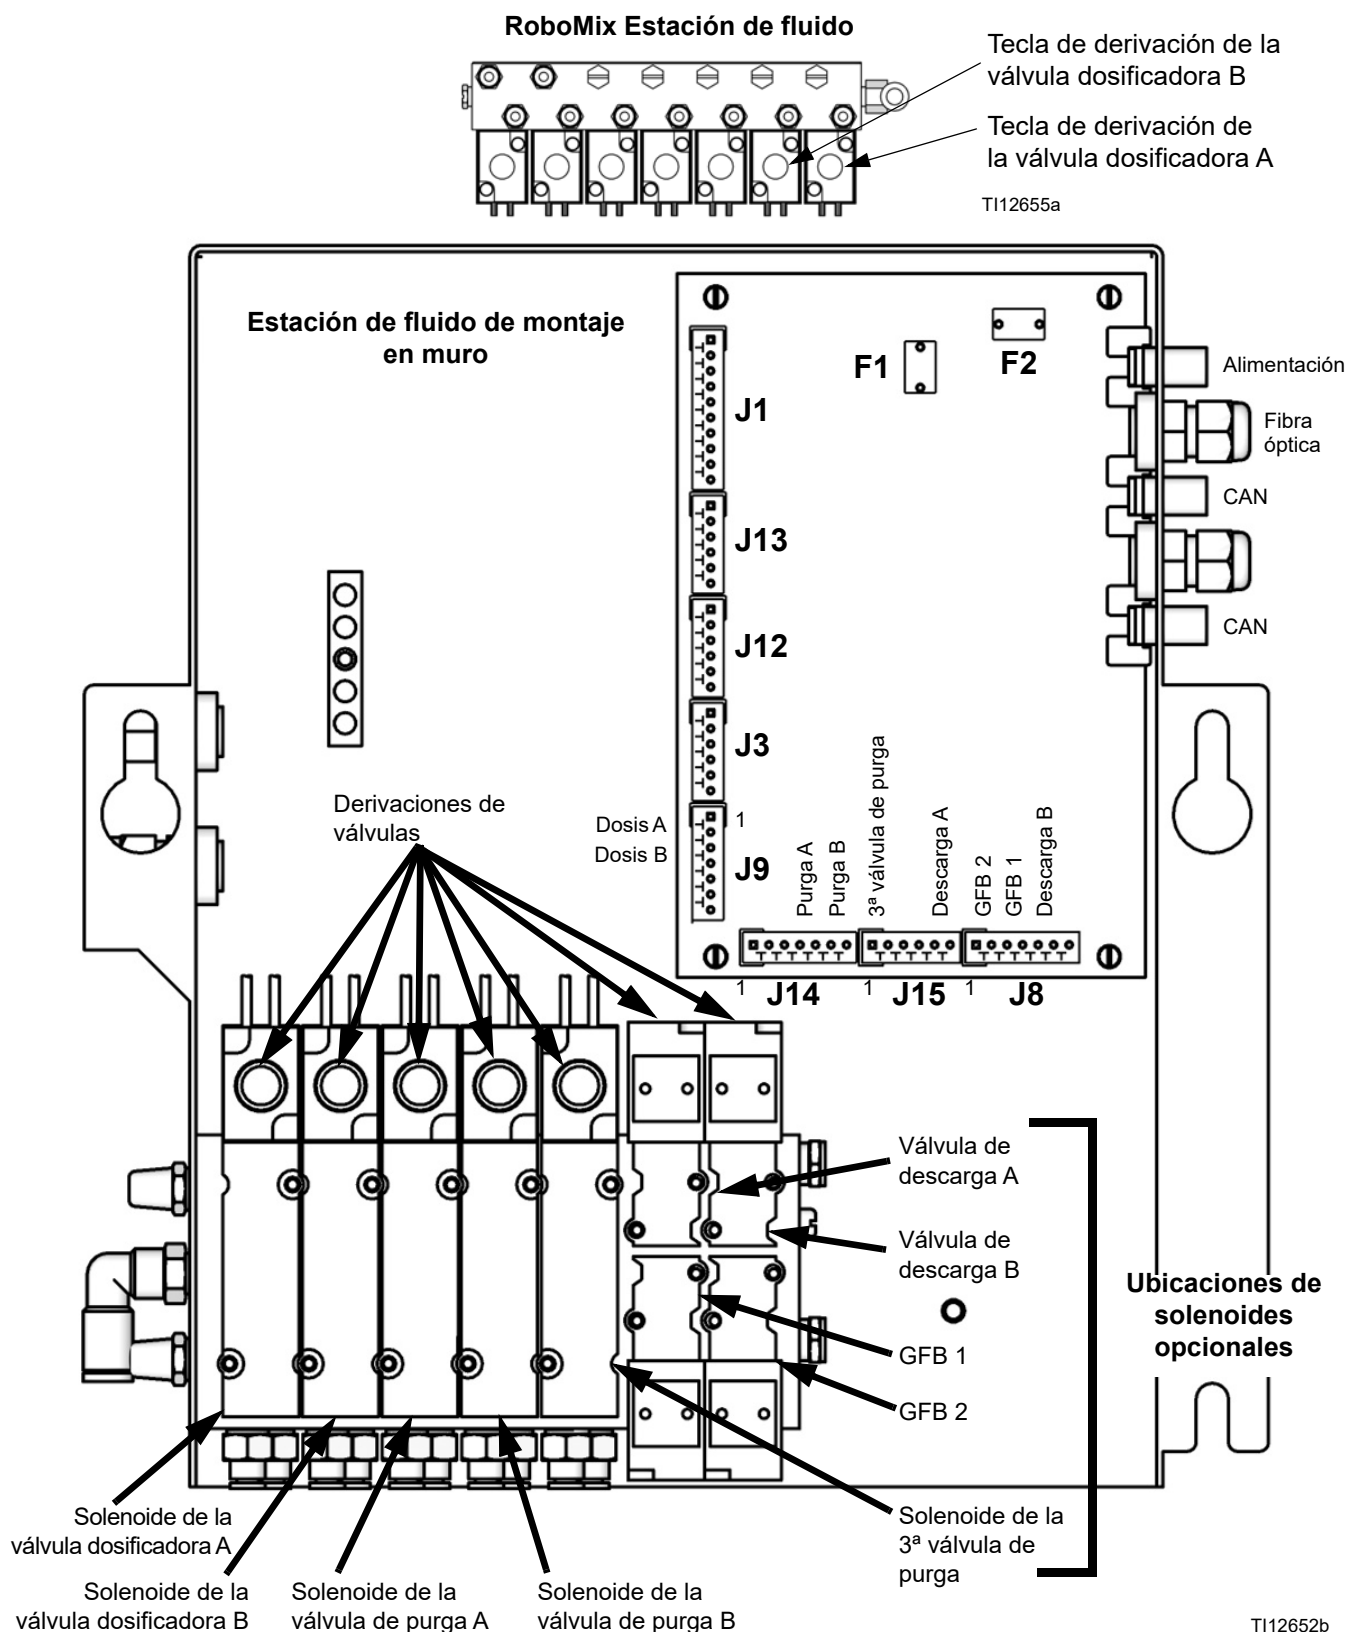

FIG. 5: Tarjeta de la estación de fluido y solenoides
2. Con la pistola disparada, pulse la derivación manual en los solenoides de las válvulas dosificadoras A y B para aliviar la presión. Consulte FIG. 5.
5. Con la pistola disparada, pulse la derivación manual en los solenoides de las válvulas de purga A y B para aliviar presión de aire y de disolvente. Consulte FIG. 5. Verifique que la presión de disolvente se haya reducido a 0.
3. Pulse y mantenga pulsada la derivación del solenoide de la válvula de descarga A. FIG. 5.
5. Pulse y mantenga pulsada la derivación del solenoide de la válvula de descarga B. FIG. 5.
7. Pulse y mantenga pulsada la derivación del solenoide de la válvula de descarga A. FIG. 5.
9. Pulse y mantenga pulsada la derivación del solenoide de la válvula de descarga B. FIG. 5.
3. Fallo del solenoide	<p>Accione manualmente las válvulas, para ello retire la cubierta de la estación de fluido y pulse y suelte las teclas de derivación de las válvulas de solenoide. FIG. 5.</p> <p>Utilice el diagnóstico de la tarjeta de control para comprobar las señales. Si las señales no se producen correctamente, vaya a Causa 4.</p> <p>Las válvulas deben abrirse y cerrarse rápidamente. Si las válvulas reaccionan lentamente, esto se puede deber a:</p> <ul style="list-style-type: none"> • Presión de aire demasiado baja en los mecanismos de accionamiento de la válvula. Vea Causa 1. • El solenoide está obstruido. Asegúrese de que el suministro de aire tenga un filtro de 5 micras instalado. • Algo restringe el solenoide o la tubería. Verifique la salida de aire en la tubería de aire para el solenoide correspondiente cuando se acciona la válvula. Clara limitación. • Una válvula dosificadora se ha girado demasiado hacia adentro. Vea el manual de funcionamiento del ProMix 2KS para la configuración. • La presión de fluido es alta y la presión de aire es baja. • El sello de fluido de la válvula ha fallado. Ver el correspondiente manual de la válvula para obtener información acerca de la reparación.